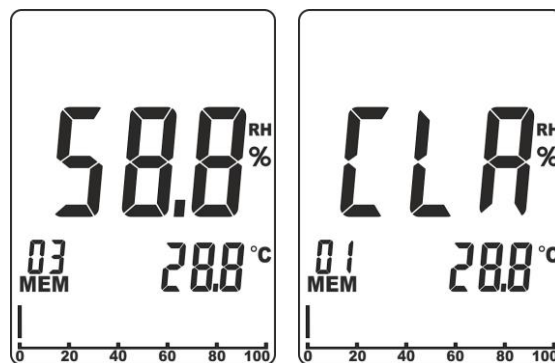

Fig. 4: Borrado de la memoria interna
1. Pulse simultáneamente las teclas ◀ y ▶. La indicación de la posición de memoria actual (ver la Fig. 4 – parte izquierda) parpadea en el visualizador
2. Pulse simultáneamente las teclas ◀ y **MEM/ALM** durante al menos 3s. El mensaje “CLR” aparece en el visualizador y automáticamente la posición de memoria vuelve al valor “01” (ver la Fig. 4 – parte derecha)